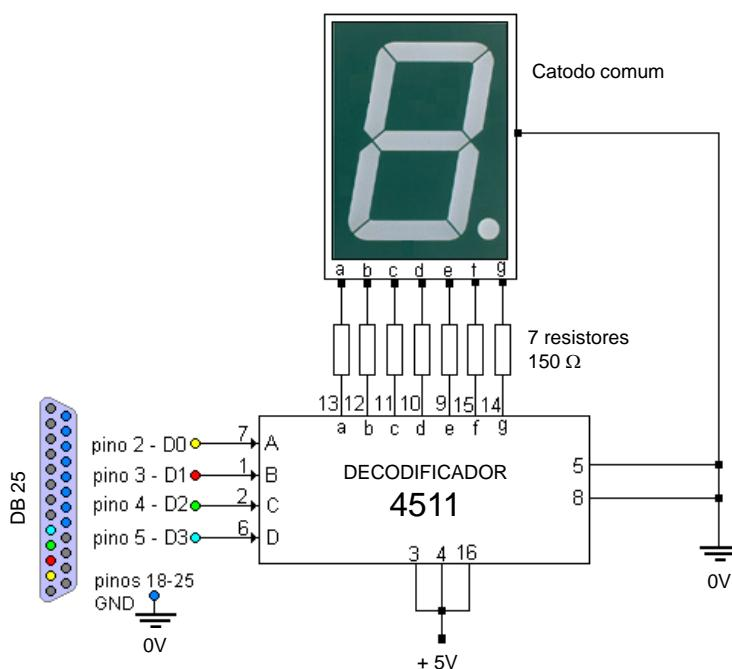

Figura 1.88 – Decodificador BCD para *display* de 7 segmentos.
► **Exemplo 11** - Este exemplo mostra o acionamento de um *display* de 7 segmentos através do circuito integrado CD4511, um decodificador BCD-8421 para 7 segmentos. O esquema o acionamento é apresentado na Figura 1.88. Os sinais do código BCD são obtidos através da porta paralela de um PC.